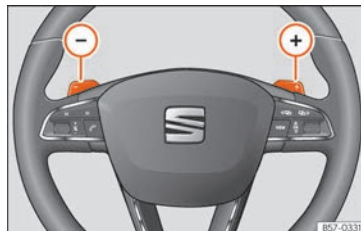

Fig. 246 Volante: palancas para cambio automático.
- Pulse la leva de cambio  para insertar una marcha superior **»» fig. 246.**